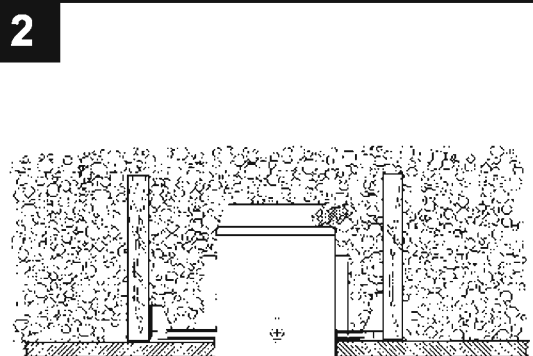

Fig. 2
1. La lámpara está diseñada para instalarse en lugares donde pueda tener contacto el aislamiento (Fig. 2).
Los colgadores de barra de esta luminaria tienen un diseño entrelazado para permitir colocar la carcasa en toda la extensión de las barras (Fig. 2).